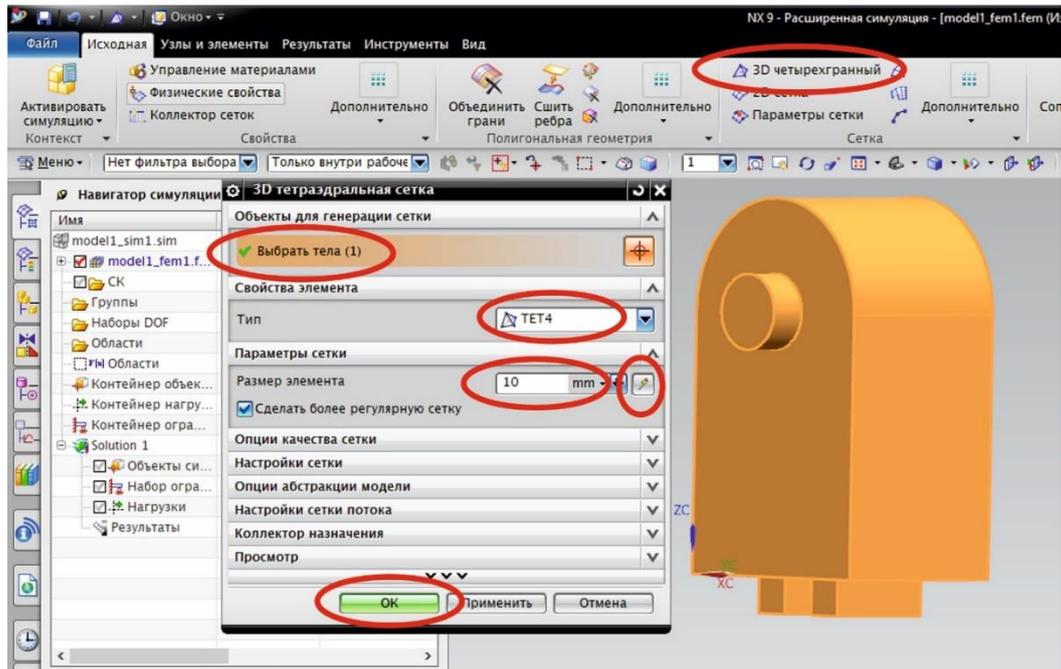

Рис. 1.5. Окно настроек тетраэдральной сетки
7. Постройте тетраэдральную сетку. Закладка панели инструментов «**Исходная**» – «**3D четырехгранный**». В открывшемся окне настроек «**3D тетраэдральная сетка**» выберите в качестве тела всю вашу модель. В свойствах элемента укажите тип «**TET4**» или «**TET10**» (с дополнительными точками расчета на серединах ребер тетраэдра). Задайте размер элемента (рис. 1.5). Предварительно можно посмотреть рекомендуемый размер нажав кнопку «**Автоматический размер элемента**» справа от размера и скорректировать или принять это значение. Имейте в виду, чем меньше этот размер, тем более подробная сетка и большее время расчета. Больше можно ничего не менять, нажмите «**Ок**».